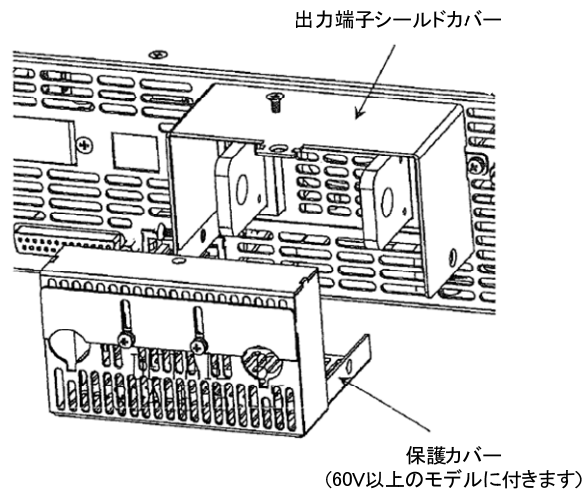

図 2-19 出力端子用シールドカバーの取付け
- ◆ バスバーのシールドカバーを筐体に取り付ける場合は、下図 2-19 を参照してください。